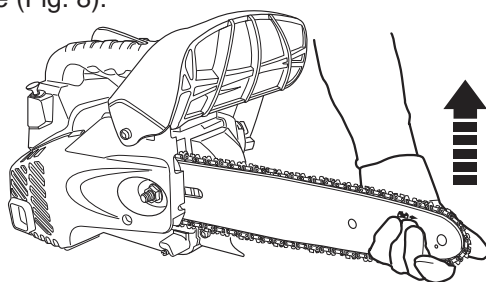

Fig. 8
1. Soulevez le bout du guide-chaîne (7) et maintenez-le relevé pendant que vous tendez la chaîne (Fig. 8).